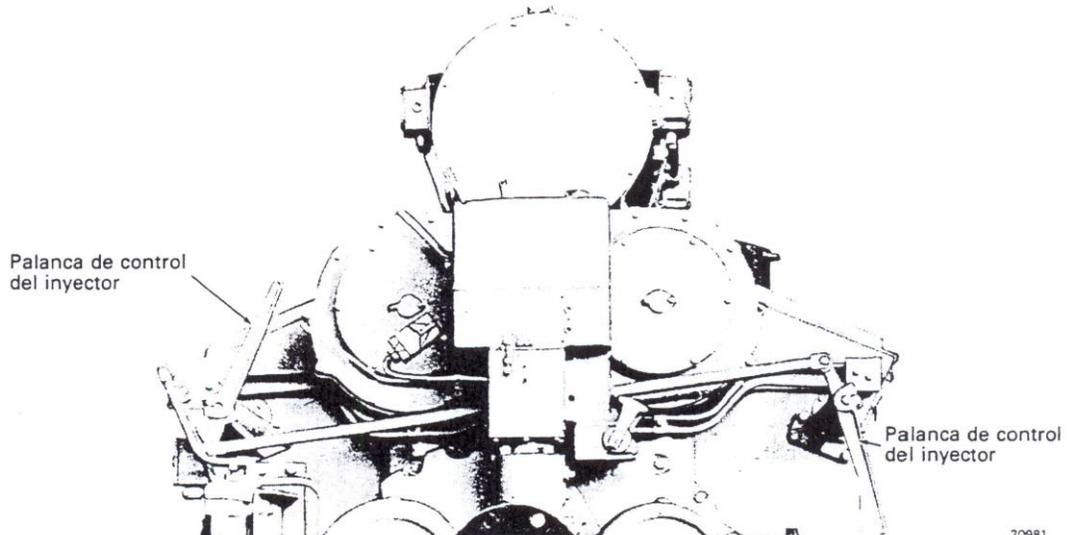

Fig.C-1 - Palanca de control del inyector
2. Coloque la palanca de control de inyector, Fig. C-1, hacia el centro del motor en casi una tercera posición (posición de ralentí).